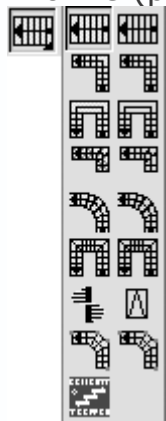

Рис. 1.24. Команды для построения различных типов лестниц
- Команды для построения различных типов лестниц также собраны в одной вариантной кнопке (рис. 1.24).
Лестницы делятся на деревянные и бетонные. На панели (см. рис. 1.24) в первом столбце размещены лестницы из дерева (пиктограммы подсвечены желтым цветом), во втором – такие же типы, но из бетона (подсвечены светлосерым). В самом низу (пиктограмма находится внизу и слева) представлены лестницы от реального немецкого производителя KENNGOTT.
Конструктивно вы можете создавать следующие типы лестниц (соответственно размещению кнопок, изображенных выше (см. рис. 1.24)).